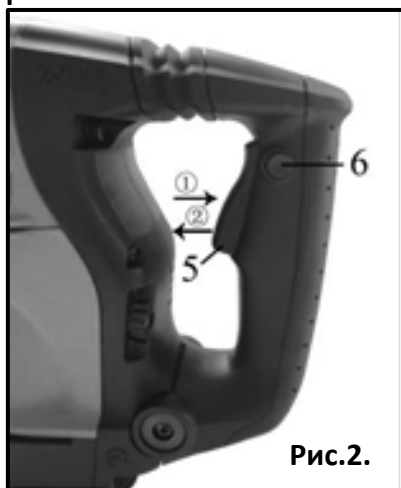

Рис.2.
**Использование выключателя (рис.2).**
**Включение:** Переместите выключатель в направлении ①
**Выключение:** Переместите выключатель в направлении ②